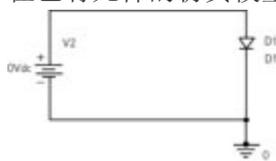

图 9 中左边是元件模型名称 D1N4002, 右边用 PSPICE 模型语句定义了它的所有模型参数。
(2)打开原有元件模型参数窗口。选中电路图中的 D1N4002, 点击右键, 后选取菜单中 EDIT PSPICE MODEL, 则出现如图 9 所示的 MODEL EDITOR 窗口。